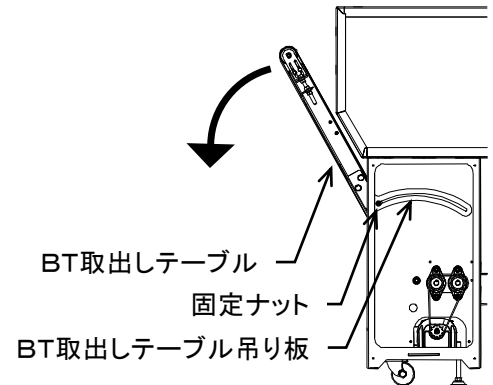

図4-4
4. 4 BT搬出台の展開(図4-4)
4. 5 FT搬出台の据付(図4-4)